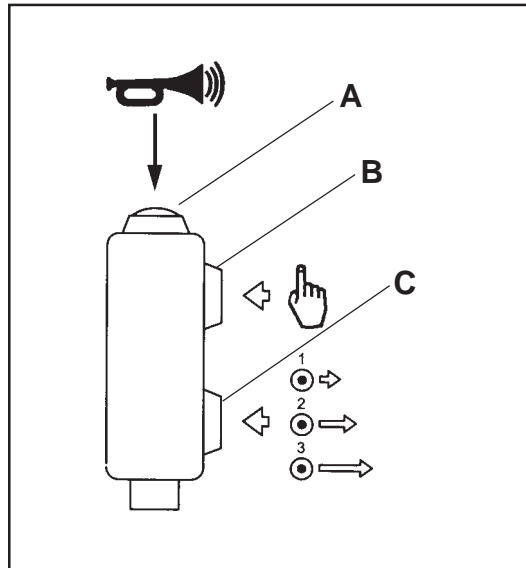

Figura 17
1. **Bocina:** La bocina es el botón rojo que está ubicado en la parte superior de la palanca de control (figura 17, elemento A). **NOTA: La bocina suena de forma continua cuando se la oprime y de forma intermitente y automática en reversa.**
2. **Pulsación única:** El botón de pulsación única es de color verde y está ubicado en la parte delantera superior de la palanca de control (figura 17, elemento B). **NOTA: Si desea más información acerca del control de pulsación única lea a continuación.**
3. **Selector de velocidad:** El selector de velocidad es el botón negro ubicado en la parte delantera inferior de la palanca de control (figura 17, elemento C).